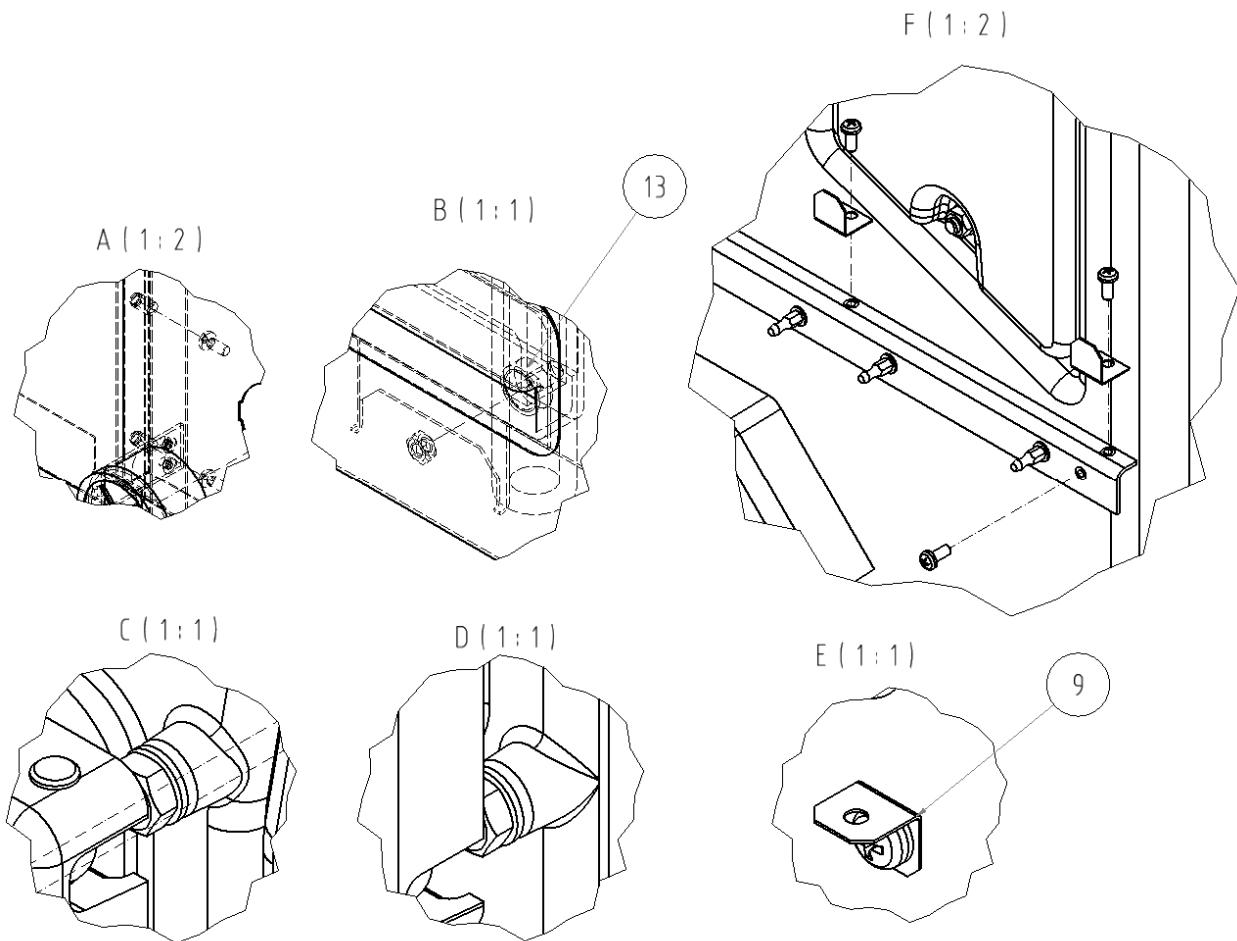

Рис. 7 Установка оболочки котла
3. По рис. 7 установить оболочку котла.